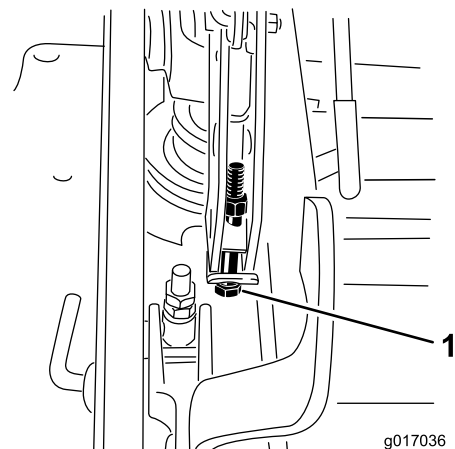

Figure 93
13. Si le tablier est trop bas, serrez le boulon de réglage monopoint dans le sens horaire. Si le tablier est trop haut, desserrez le boulon de réglage monopoint dans le sens antihoraire (Figure 93).